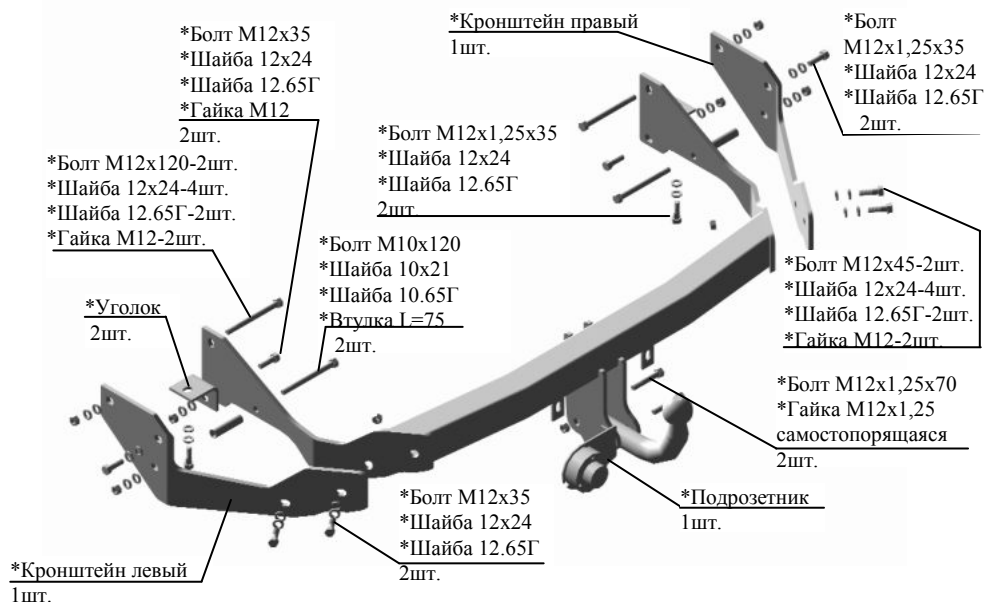

Рис.1 Тягово-цепное устройство ТСУ 7230.
2.1 ТСУ 7230 в сборе (рис.1)	1 шт.
2.2 Пакет с комплектующими (см. рис.1)	1 шт.